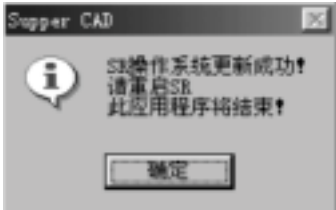

图 4.22 烧录成功提示
e. 写入系统程序成功后显示如图 4.22 所示的提示；此时点击“是”按钮后，必须给 SR 重新断电，然后再上电才能正常工作。